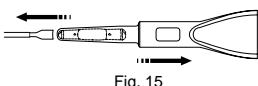

Fig. 15
- Træk langsomt ICL eller TICL ind i cylinderen, mens patronen bevæges i den modsatte retning. Når du fører ICL eller TICL frem, skal du holde øje med positioneringsmærkerne på begge sider af optikken på ICL eller TICL for at bekræfte justeringen. Forsæt denne proces, indtil ICL eller TICL er placeret i patronen, så dens forkant er ved siden af patronens ende. Slip ICL eller TICL og fjern pincetten. (Fig. 15)